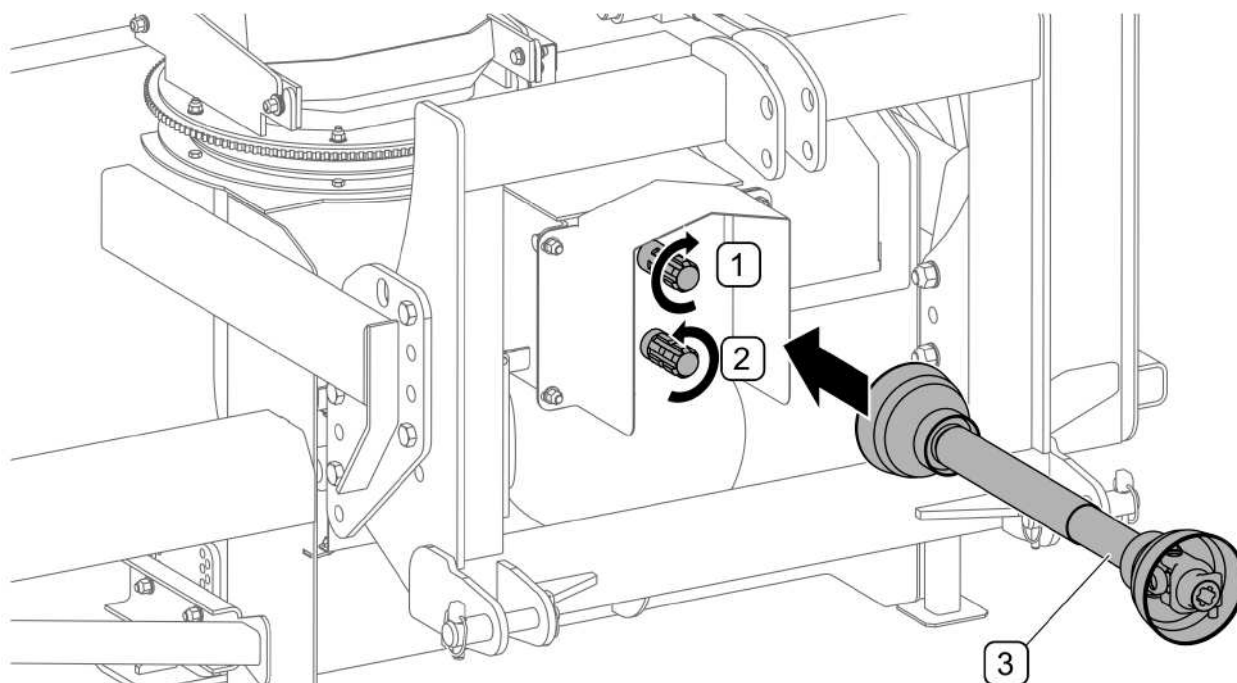

РИСУНОК 4.3 Подсоединение телескопического карданного вала
(1) - приводной валик 1 000 об/мин для правых оборотов; (2) - приводной валик 540 об/мин для левых оборотов; (3) - телескопический карданный вал (дополнительное оснащение);
В зависимости от направления оборотов ВОМ и способа крепления на транспортном средстве телескопический карданный вал (3) следует подсоединить к соответствующему передаточному валу (1) или (2) (РИСУНОК 4.3). Валик (1) вращается в правую сторону со скоростью 1 000 об/мин, а валик (2) вращается влево со скоростью 540 об/мин (если смотреть на торец вала).